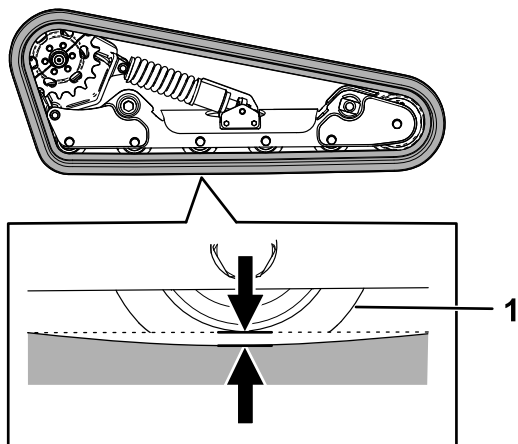

Figura 56
Ridicai/sprijinii o latură a mainii i, folosind greutatea enilei, verificai dacă distanța dintre partea inferioară a buzei roii de rulare și eniță este de 13 mm, aa cum se arată în Figura 56. În caz contrar, reglai tensionarea enilei utilizând următoarea procedură.
5. Folosind o cheie cu clichet de 1/2 inch, rotii urubul de tensionare până când deflexia enilei este de 13 mm, aa cum se arată în Figura 56.
9. Verificai dacă deflexia enilei este de 13 mm, aa cum se arată în Figura 56. Ajustai dacă este necesar.
20. Folosind o cheie cu clichet de ½ inch, rotiți urubul de tensionare în sens invers al acelor de ceasornic până când deflexia enilei este de 12,7 mm, așa cum se arată în Figura 56.
25. Verificai dacă deflexia enilei este de 12,7 mm, aa cum se arată în Figura 56.